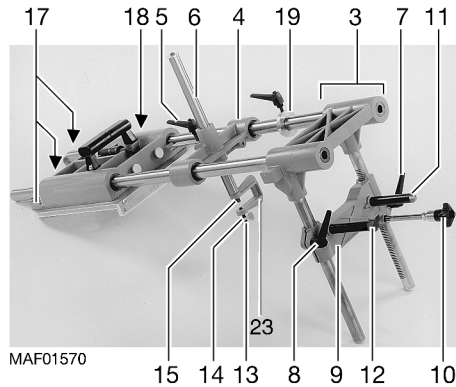

Abb. 2
- Bügel 23 (Abb. 2) ggf. um 180° verdrehen.